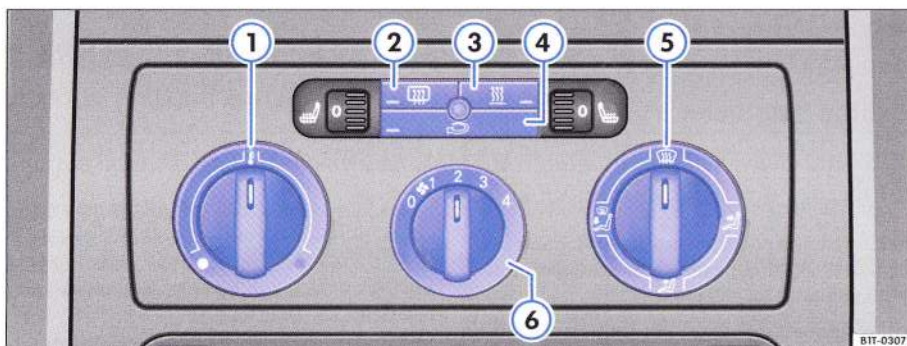

Fig. 106 În consola centrală: Elementele de comandă pentru încălzire.
De la regulatoarele ⇒ fig. 106 ① și ⑤ și de la comutatorul ⑥ se reglează temperatura, distribuția aerului și treptele ventilatorului.